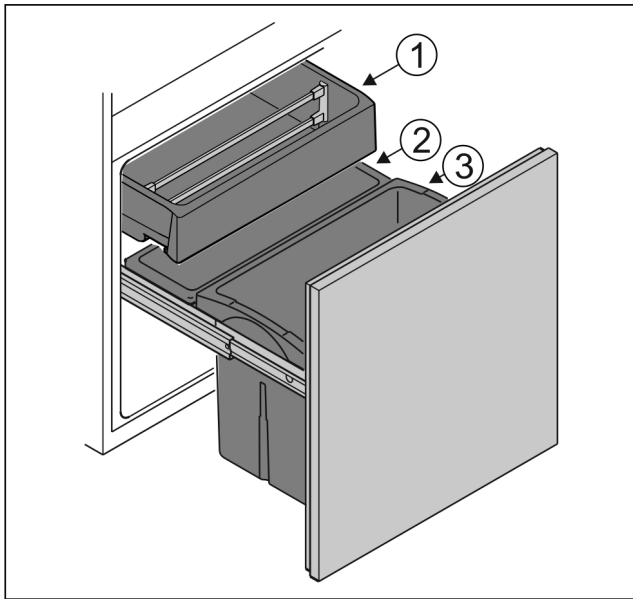

Fig. 6
- ▶ Recipient Fig. 6 (1): Depozitați legume și fructe meridionale neambalate.
- ▶ Recipient Fig. 6 (2): Depozitați sortimente de fructe și legume mici neambalate.
- ▶ Recipient Fig. 6 (3): Depozitați sticle individuale.